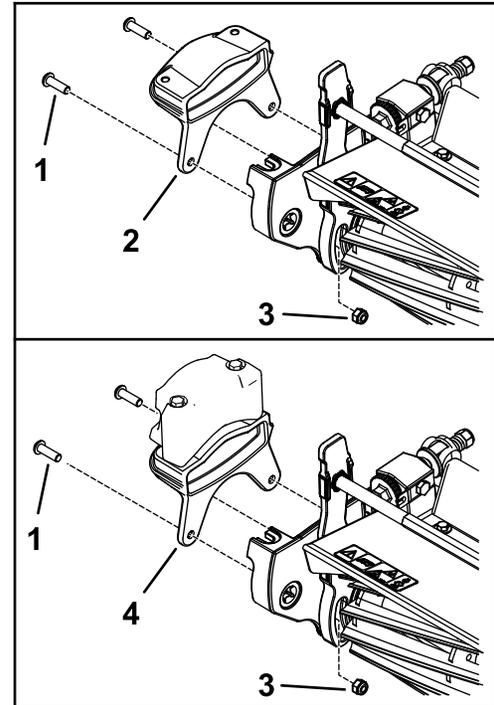

Figure 9
- Fixez la masse neuve sur le côté de l'unité de coupe à l'aide de 2 boulons (5/16") et 2 écrous (5/16"), comme montré à la Figure 9.